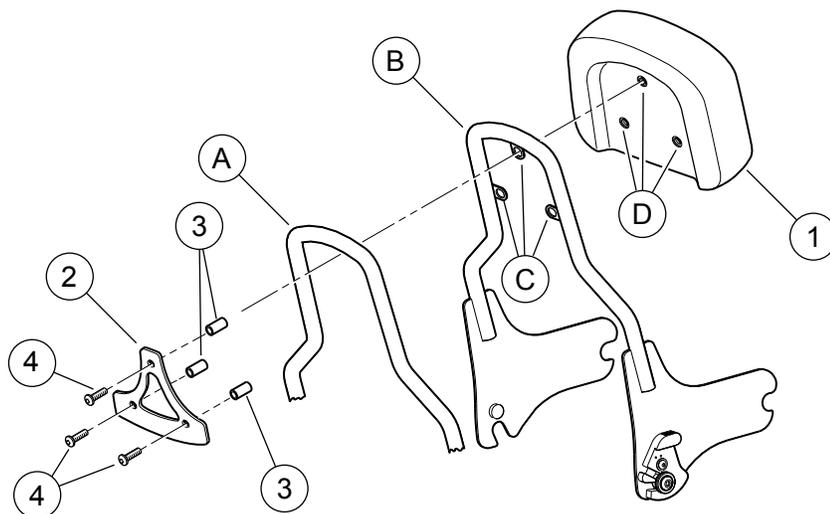

Figure 1. Pièces de rechange : Kits de coussin d'appui-dos FL
Voir Figure 1 et Tableau 1.
1. Voir Figure 1 . Si nécessaire, découper la pièce imperméable en plastique autour des trois trous de vis pré-percés (D) dans le coussin de dossier (1) pour éviter que le plastique s'accroche dans les filets.
2. Sur les véhicules équipés d'un montant de barre Sissy amovible installé pour **montant de barre Sissy passager (A)** :
- a. Insérer trois entretoises longues (3) dans les trous pré-percés (D) dans le coussin de dossier (1).
- b. Placer le dossier (1) contre le montant de barre Sissy (A).
3. Sur les véhicules équipés d'un montant de barre Sissy amovible installé pour **montant de barre courte Sissy passager (B)** :
- a. Placer le dossier (1) contre le montant de barre Sissy (B).
- b. Insérer trois entretoises longues (3) dans les trous pré-percés des pattes de montage de barre Sissy (C) dans le coussin de dossier (1).
4. Placer le support de montage (2) contre les entretoises de sorte que les trous du support de montage soient alignés avec les entretoises.